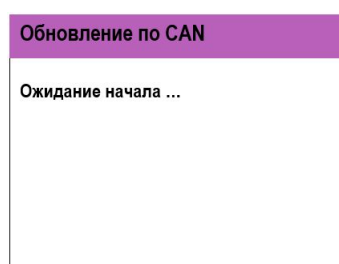

Рисунок 17 - Ожидание клонирования загрузчика ППК-слейв
- 1.3.2. Произвести подключение питания на ППК-слейв, при этом на дисплее будет отображено сообщение о готовности получения загрузчика по CAN сети (рисунок 17).